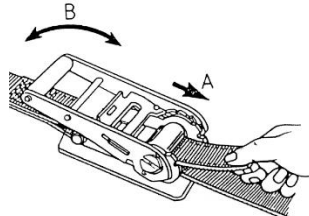

図2
- ② 巻取側ベルトを巻取部（巻取ドラムの隙間）に通し（初めから通してある商品はそのまま）、図2の様に矢印のA方向に引いて、ベルトの緩みを取って下さい。その後ラチェットバックルを、矢印のBの方向に上下（前後）させて、ベルトを巻き取って下さい。
- ③ ベルトの巻き上げ完了後、ラチェットバックルを図2の状態になるまで、完全に倒して下さい。